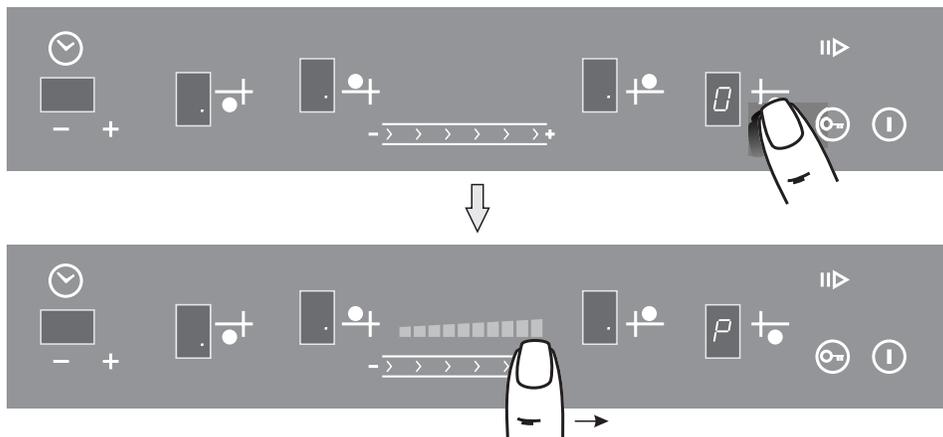

Рис.4
1. Коснуться зоны ② с обозначением выбранной конфорки, после чего конфорка перейдет в режим управления. В соответствующем окне индикации загорится «0» (рис.4), во всех остальных окнах загорится точка.